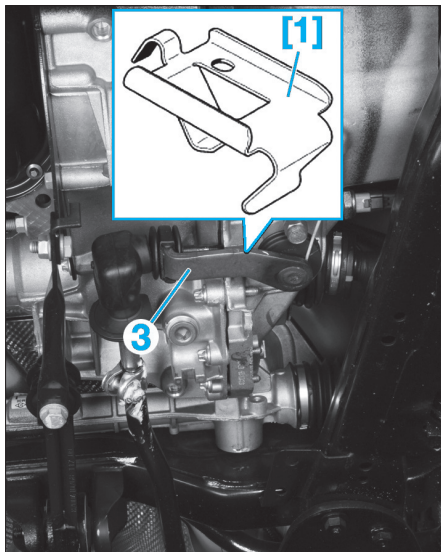

Fig. 9
- Mettre en place l'outil [1] entre le levier de commande (3) et le carter de boîte de vitesses (Fig.9).